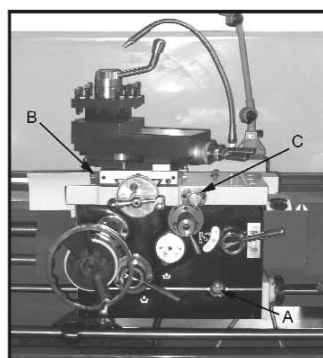

Fig. 5
**3. Forklæde** - Olien skal påfyldes til indikatoremærket i olieskueglasset (A, Fig. 5). Efterfyld med Mobil DTE® Oil Heavy Medium. Fjern olieproppen (B, Fig. 5) øverst til højre på forklædet for at påfylde olie. Olien drænes ved at fjerne drænproppen nederst på forklædet. Dræn alt olie, og påfyld igen efter de første tre måneders drift. Herefter skiftes olien i forklædet én gang om året. Træk ud i grebet (C, Fig. 5) på engangssmøringssystemet, og hold den ude i flere sekunder for, at olien løber ind i pumpen. Når grebet slippes, løber olien gennem flere oliekanaler, hvorved vangernes og tværslædens overflade smøres. Dette skal udføres to gange dagligt eller efter behov. Når olieniveauet falder til under indikatoremærket, skal der påfyldes olie.